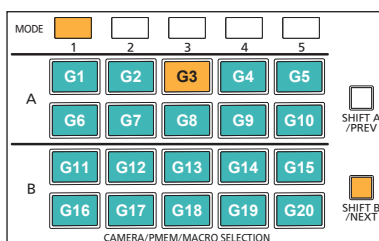

図 2
2. G3カメラグループを選択し、手を離したときにカメラグループが確定します。(図2)